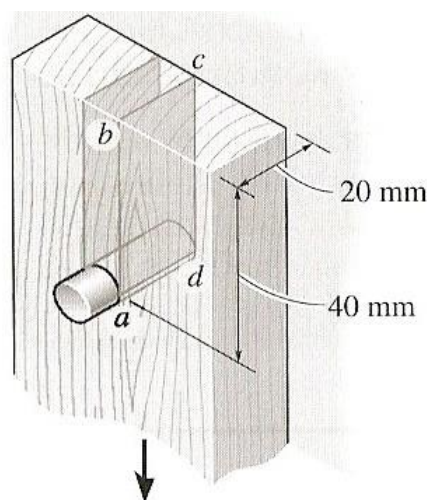

Figura 2.9
2.2.3 A barra de madeira mostrada da Figura 2.9 está suportada por uma haste de aço de 10 mm de diâmetro presa na parede. A barra suporta uma carga vertical de 5 kN.